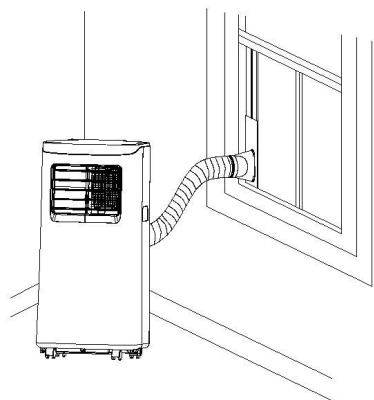
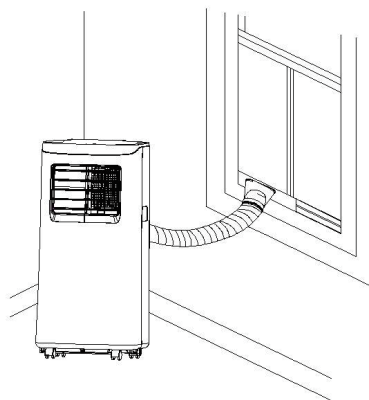

Fig. 5
Fig. 6
- 2) Déployez le tuyau d'évacuation et emboîtez l'extrémité plate des raccords du tuyau d'évacuation dans l'orifice de l'ensemble de plaque sur la fenêtre coulissante (comme illustré dans la Fig. 5 et la Fig. 6).